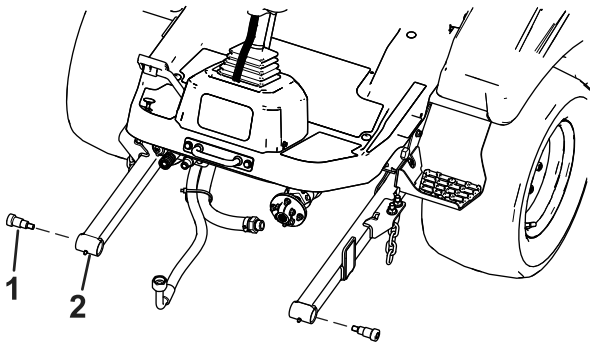

Figure 10
1. Retirez les boulons à épaulement des bras de levage de la machine (Figure 10). Voir la procédure de retrait des boulons dans le *Manuel d'entretien*.